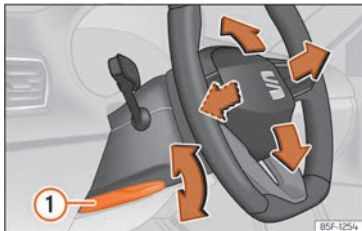

Fig. 6 Levier sur la partie inférieure latérale gauche de la colonne de direction.
- Tirez le levier » fig. 6 ① jusqu'en bas, déplacez le volant sur la position souhaitée, puis remontez le levier en position de verrouillage.
- Après avoir réglé la colonne de direction, appuyez fermement le levier » fig. 6 ① vers le haut pour que le volant ne change pas de position accidentellement en cours de route.